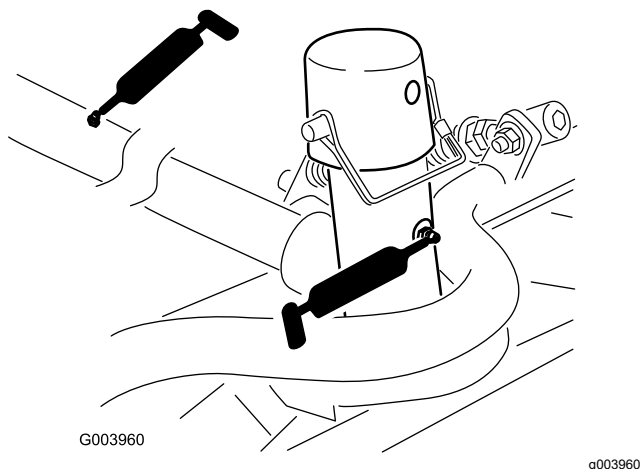

Рисунок 68
- Несущая рама и ось поворота режущего блока (по 2 шт.) (Рисунок 68)